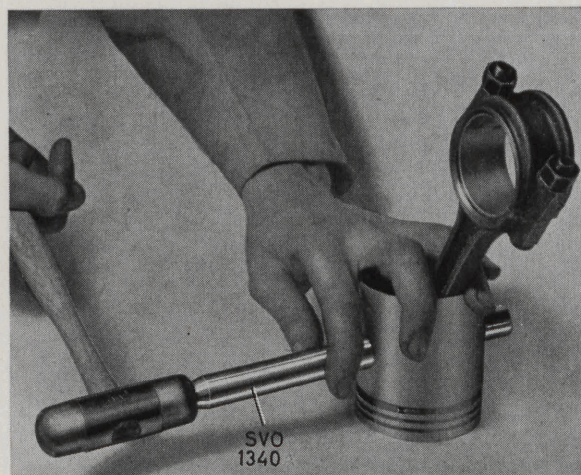

Bild 30. Demontering, kolvtapp.
19. Skilj kolvar och vevstakar åt. Använd dorn SVO 1340, bild 30.